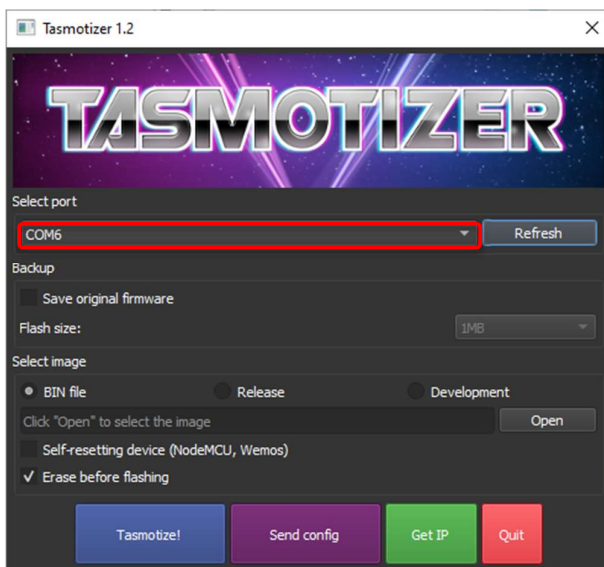

Fig. 15 : Tasmotizer
- 3) Ouvrir Tasmota, si aucun port « COM » ne s'affiche (Fig. 15), rebrancher le câble USB sur un autre port USB du PC. Puis, appuyer sur « Refresh ».